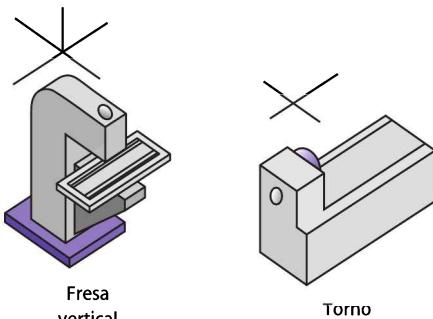

Figura 1-16 Identifique o sistema de eixos utilizando a regra da mão direita.
- Em uma folha de papel, utilizando a regra da mão direita, complete o sistema de eixos ortogonais no desenho da Figura 1-16.